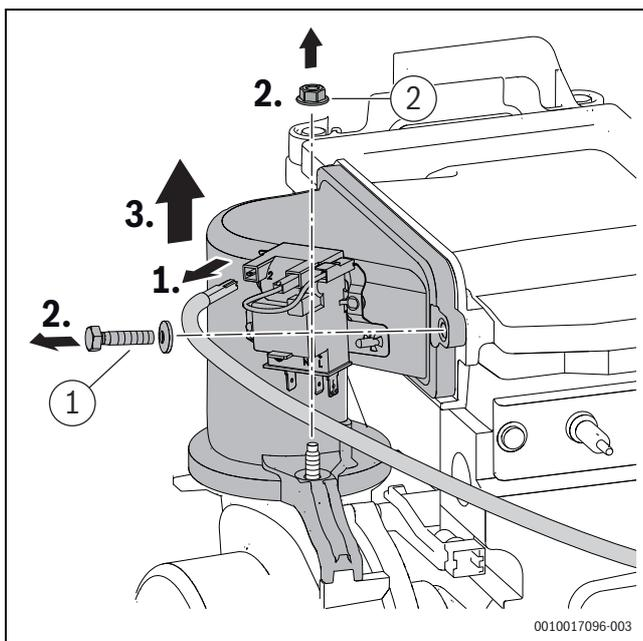

Fig. 44 Desmontar el canal de mezcla
- Ajustar los tornillos en el canal de mezcla ([1+2], fig. 44) con 5,5+0,5 Nm.